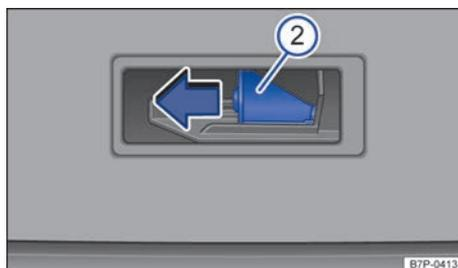

Fig. 258 Desde el maletero: palanca de desbloqueo detrás de la tapa para el desbloqueo de emergencia del portón del maletero.
- Introduzca un objeto apropiado en el lado derecho de la abertura y presione la palanca de desbloqueo → fig. 258 ② en el sentido de la flecha para desbloquear el portón.